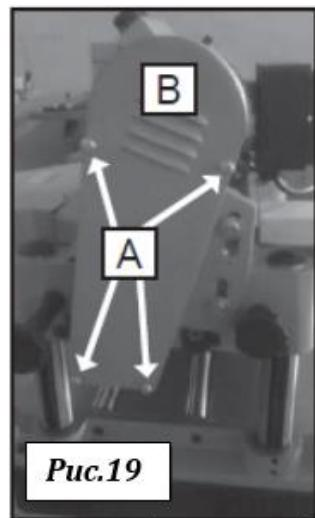
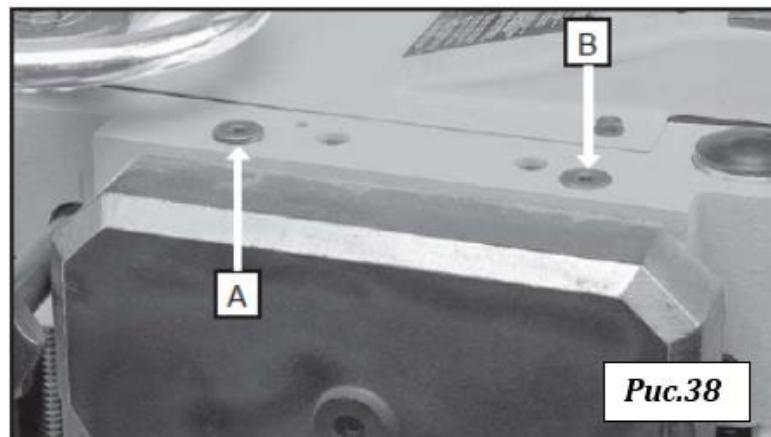

Рис.19
Рис.38
1. Вывернуть четыре болта (A), рис. 19, для снятия крышки (B) ограждения ремня и шкива.
4. Затянуть три винта (C), рис. 38, и поставить на место крышку (B) ограждения ремня и шкива, рис. 19.
Подающий и выводной ролики подпружинены. Натяжение должно быть достаточным для равномерной подачи заготовки без проскальзывания, но не должно быть слишком сильным, чтобы не повредить доску. Натяжение должно быть равным на обоих концах каждого ролика. Для регулировки натяжения пружины подающего ролика следует вращать два винта, один из которых показан на рис. (A), рис. 38. Другой винт расположен на противоположной стороне станка. Производить регулировку двумя винтами (A) до тех пор, пока не покажется четыре витка резьбы (4) над литьём стола. Может потребоваться дальнейшая регулировка натяжения. Для регулировки натяжения пружины выводного ролика повернуть два винта, один из которых показан на позиции (B), рис. 38. Другой винт расположен на противоположном конце стола. Производить регулировку двумя винтами (B) до тех пор, пока один виток резьбы не появится над литьём стола. Может потребоваться дальнейшая регулировка натяжения.